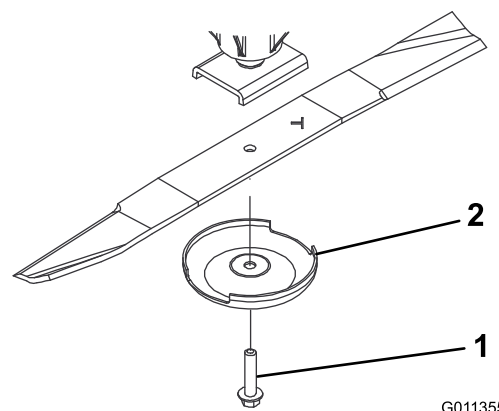

Figura 72
- Sujete el extremo de la cuchilla con un trapo o un guante con acolchado grueso y retire el perno de la cuchilla, el protector del césped y la cuchilla del eje (Figura 72).
- Instale la cuchilla con la vela hacia la carcasa de corte, con el protector de césped y el perno de la cuchilla (Figura 72).